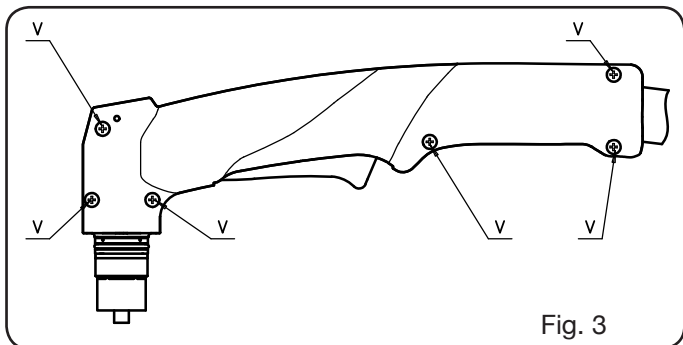

Fig. 3
- Desenroscar los 6 tornillos **V** de Fig. 3 y quitar el mango izquierdo
- Desenroscar los 6 tornillos **V** de Fig. 3 y quitar el mango izquierdo Con referencia a la Fig.4, levantar el cuerpo soplete con cable y desconectar la conexión **A** (pulsador) y la conexión **B** (arco piloto).